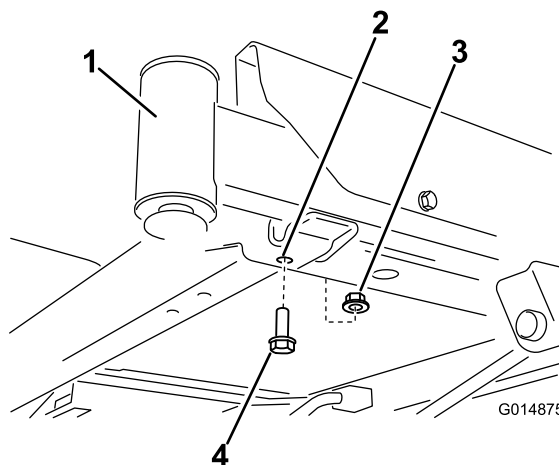
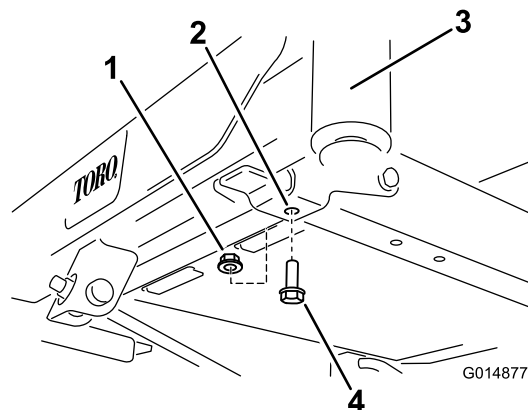

Figura 3
Figura 4
1. Individuate i bulloni anteriori sulla parte inferiore del telaio (Figura 3 e Figura 4).